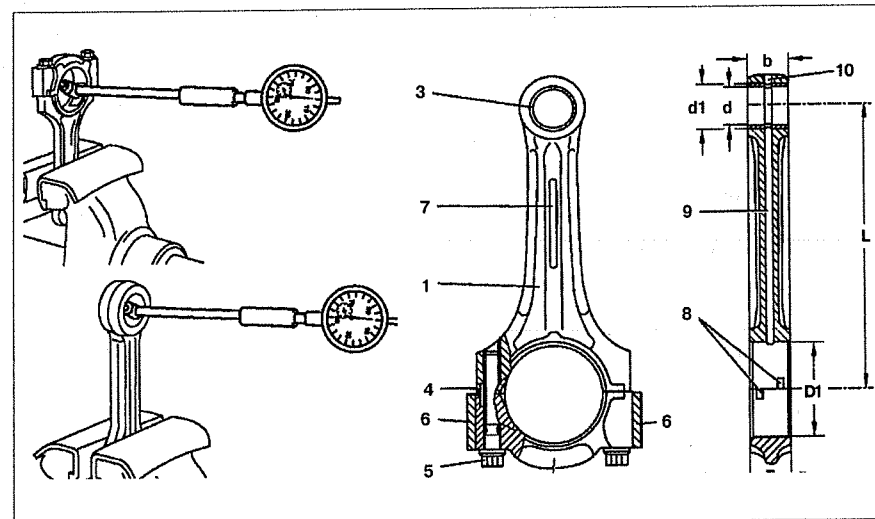

Рис. 2.55. Проверка шатунов.
4. Измерьте диаметр нижней шатунной шейки вместе с вкладышами (см.табл.2.3) (см.рис.2.55). Если максимально допустимый диаметр больше, сшлифуйте контактные поверхности шатунной крышки на 0.02 мм.
5. Проверьте внутренний диаметр втулки верхней головки шатуна (см.рис.2.55). Если он больше допустимого, замените втулку.